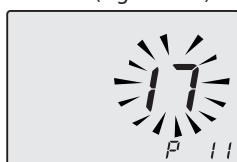

Figura 5.43
- Scorrere i vari parametri utilizzando i tasti 18 o 19 fino a far apparire sul display LCD le lettere **P11** e valore del parametro, indicati l'entrata nel "parametro 11" (Figura 5.43).